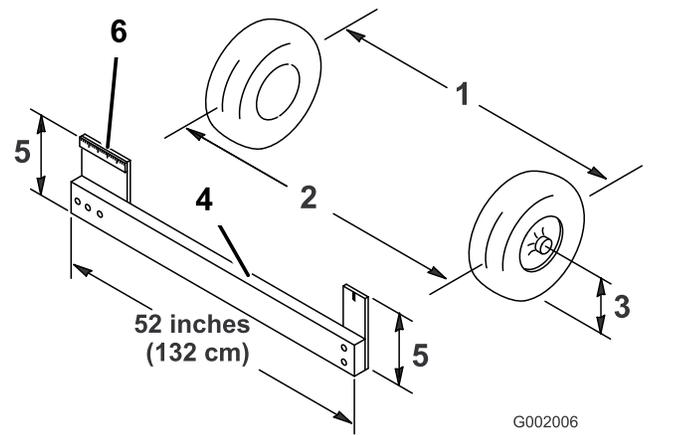

図 50
4. 前輪の前と後ろで、左右のタイヤの中央線間距離を測る計測はアクスルの高さで行う(図 50)。
注 前輪の後側をアクスルの高さで正しく測定するには専用測定具か整列ゲージが必要となる。前後の計測とも同じ道具を使用し、アクスルの高さで正しく測定すること(図 50)。